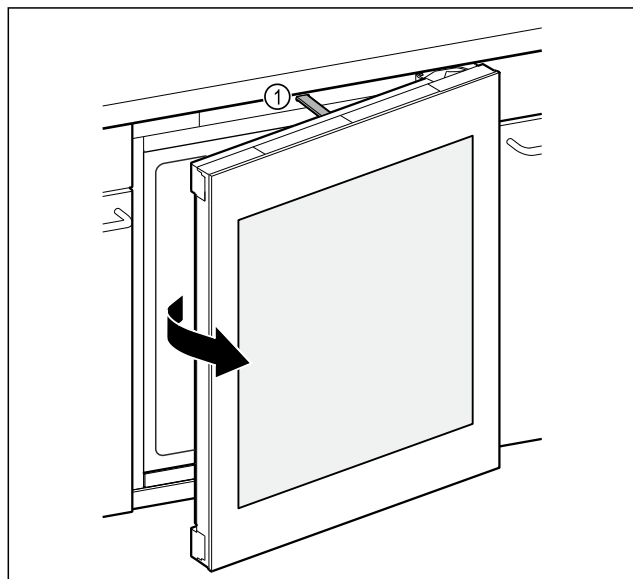

Fig. 84
- ▷ Избутващият прът Fig. 84 (1) отваря вратата приблизително 7 cm.